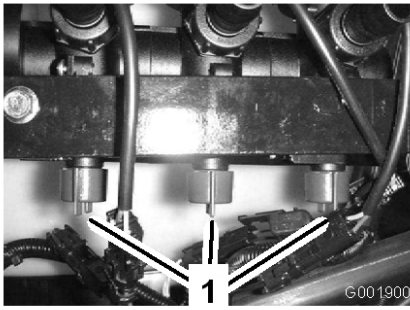

Figura 21
- 10. Ajuste a válvula de distribuição da rampa (Figura 21) na válvula de controlo da rampa que desligou até a leitura da pressão no manómetro ser idêntica à registada no passo 7.